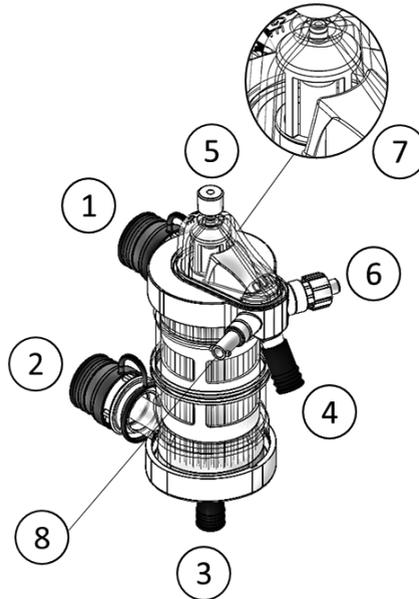

Fig. 1
Anordningen (fig. 1) er blevet designet til at opvarme/køle kardioplegi-opløsning under ekstrakorporal cirkulation. Anordningen er forsynet med et integreret boblefældefilter (ref. 7 i fig. 1). Anordningen fås i de versioner, der er opført i tabel 1 – afsnit D.